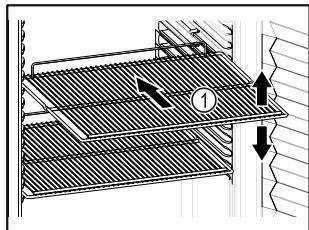

Fig. 80 Representación a modo de ejemplo
- Si los estantes de rejilla Fig. 80 (1) se pueden colocar en distintas posiciones, ajustarlos en altura.